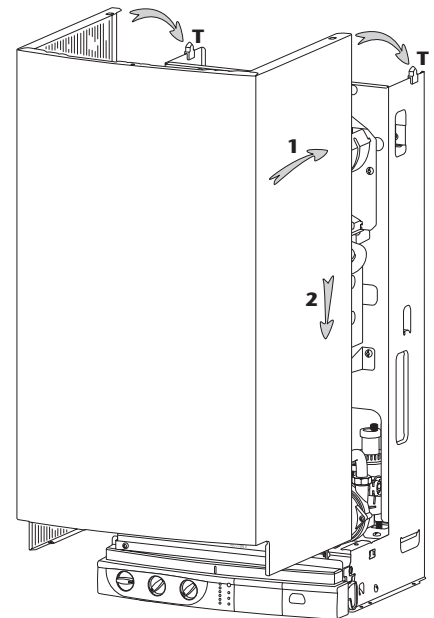

Fig. 20
- présenter l'habillage (fig. 20)
- engager les 2 encoches de coté sur les tenons **T** du châssis, et placer l'habillage suivant **1** et **2** (fig. 20)